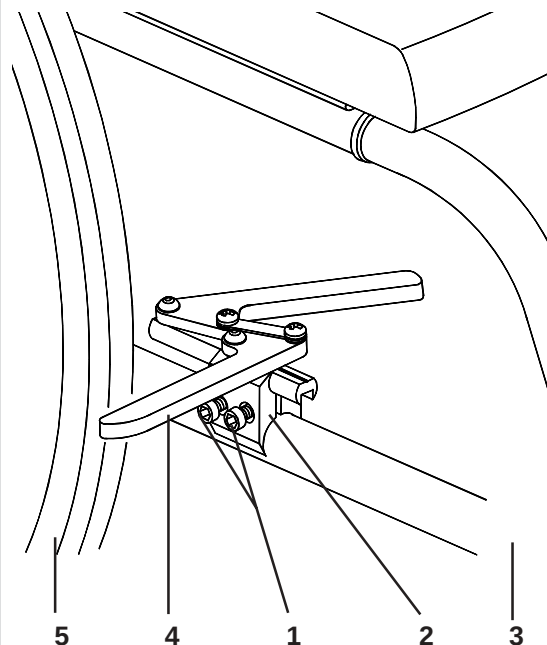

Fig. 39
Voor het afstellen van de laag gemonteerde handremmen, dienen de twee 10 mm bevestigingsmoeren (1), afwisselend tussen de twee moeren, met een $\frac{1}{4}$ slag per keer, los gedraaid te worden, totdat de klem (2) over de framebuis (3) kan schuiven. Bij een correcte afstelling drukt de rempen (4), in vergrendelde toestand, ongeveer 4 mm in de band (5). Wanneer u de correcte afstelling bereikt heeft, draait u de bevestigingsschroeven, met een $\frac{1}{4}$ slag per keer, vast op een aanhaalmoment van 8-10 Nm (Fig. 39).